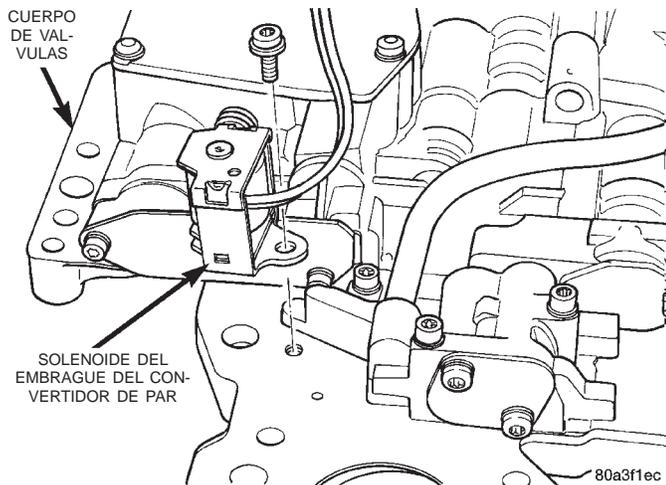

Fig. 45 Solenoide del embrague del convertidor
(11) Retire el solenoide del embrague del convertidor de la placa separadora (Fig. 45). Se requiere una barrena torx T25 para retirar el tornillo de fijación del solenoide.